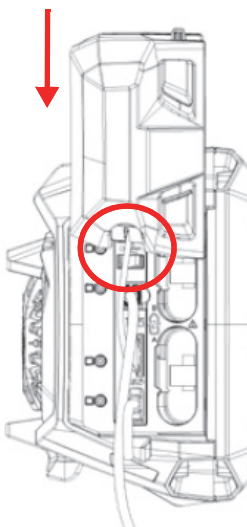

Figura 2-11 Deslizamiento de la puerta sobre los cables alineados
3. Asegúrese de que los cables se encuentren alineados en la ranura de la tapa para fines especiales y deslice la puerta hacia abajo (ver Figura 2-11 en la página 39).